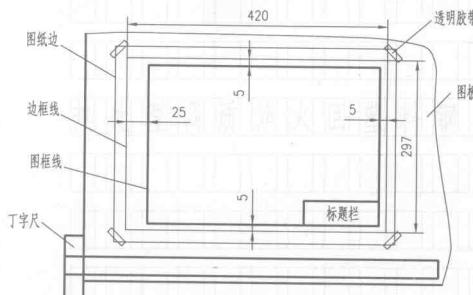
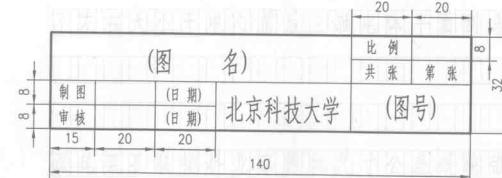

图1
图2
- (1) 将图纸用透明胶带固定在图板左下方（见图1），然后按标准幅面画出边框线和图框线，并在图框的右下角画一标题栏，其格式见图2。
- (2) 用细实线完成底稿，加深时线型应按先粗后细的顺序进行。为了提高工作效率，对于同一类线型可一起完成。
- (3) 标注尺寸，书写文字，最后对全图进行校核。